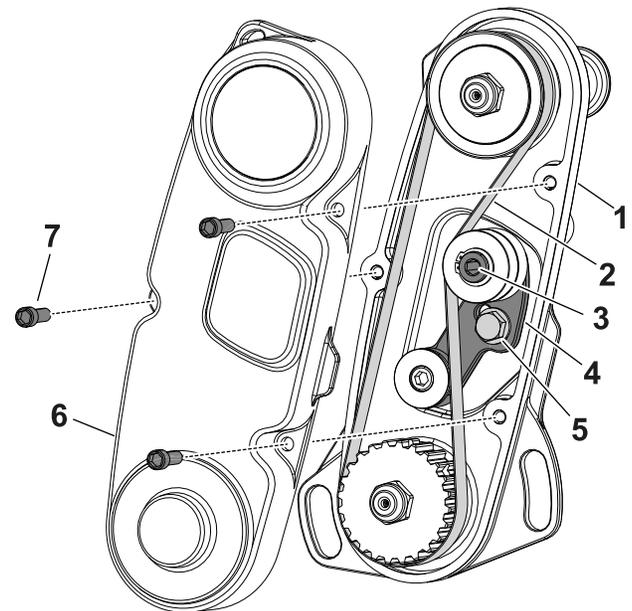

Figure 15
- Déposez le protège-courroie pour exposer la courroie (Figure 15).
- Desserrez le boulon du bras de la poulie de tension et faites pivoter le bras (Figure 15) pour détendre la courroie.
3. Déposez la courroie (Figure 15).
6. Reposez la courroie et tendez-la en exerçant un couple de 4 à 5 N·m dans l'alésage hexagonal du bras de la poulie de tension, comme montré à la Figure 15.